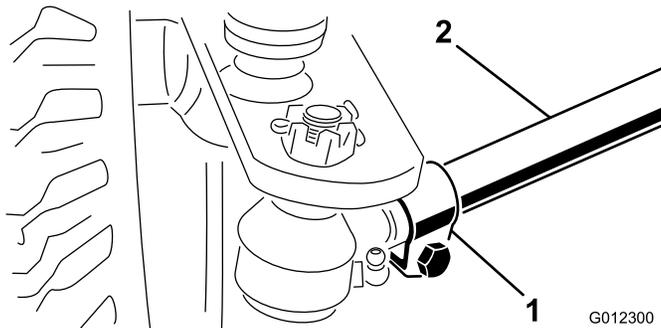

Bild 36
2. Lockern Sie die Klemmen an beiden Enden der Spurstangen (Bild 36).